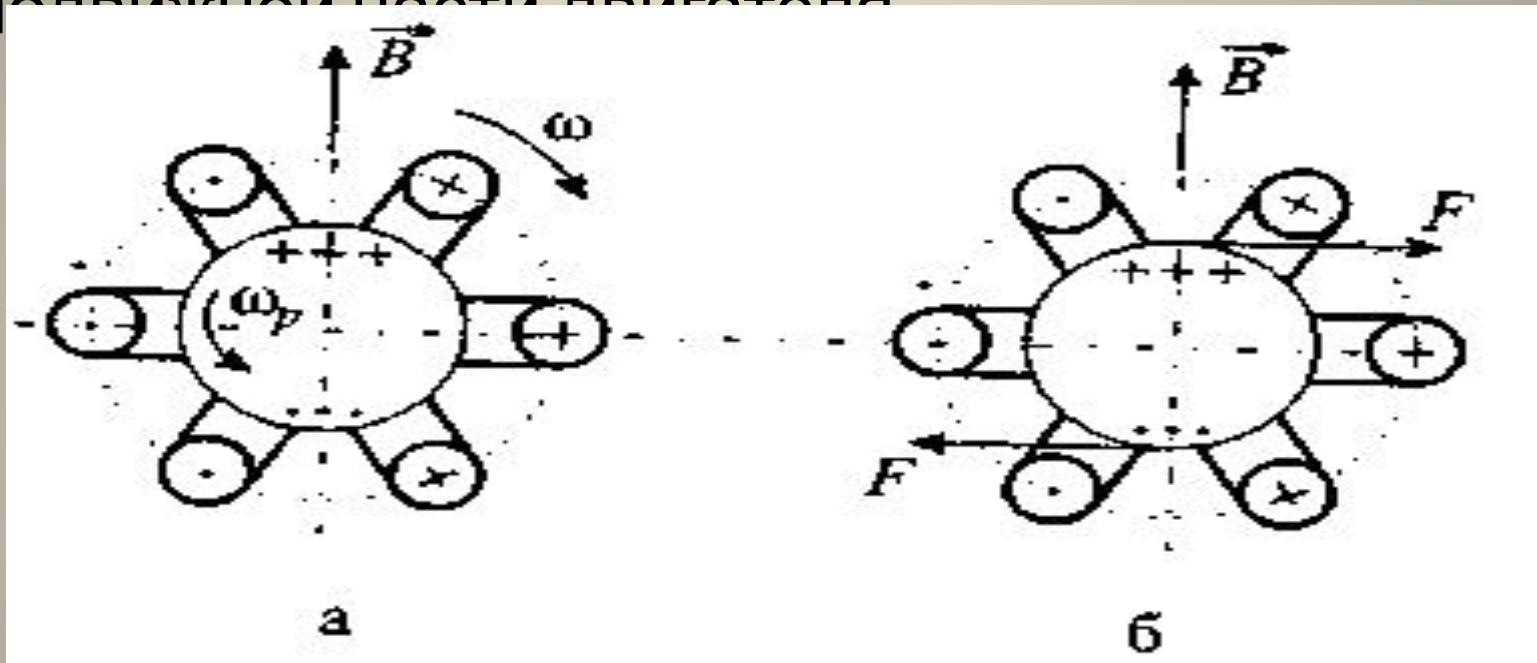

Рис. 5.4. К принципу действия асинхронного двигателя
- Поместим между неподвижными катушками (рис.5.4) в области вращающегося магнитного поля укрепленный на оси подвижный металлический цилиндр – ротор.